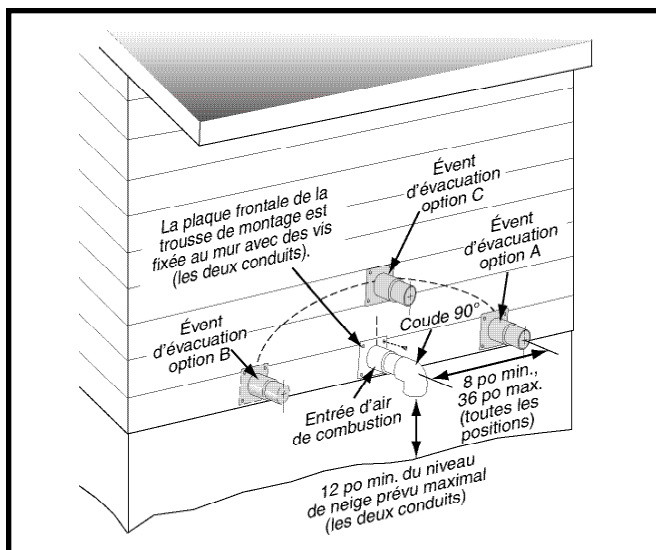
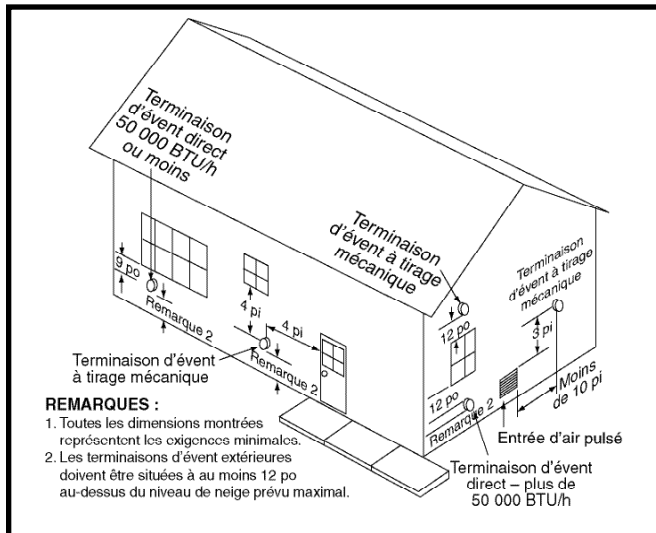
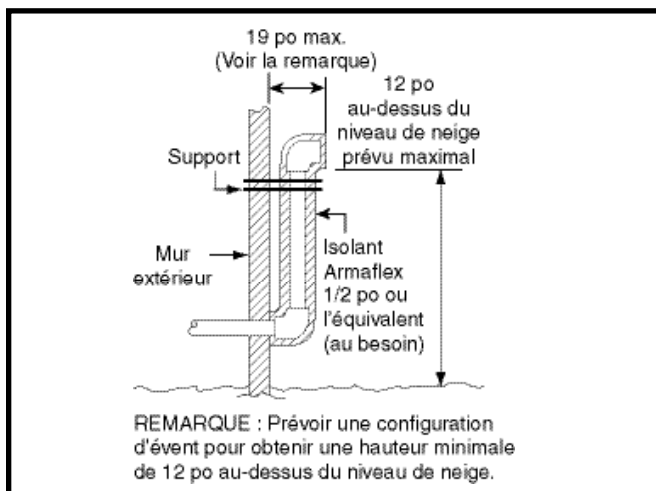

Figure 7. Dégagements du conduit d'admission et du conduit d'évacuation
Figure 8. Emplacements de l'évent
Figure 9. Autre installation d'un conduit d'évent horizontal
- Les terminaisons d'évent et d'admission d'air de combustion doivent être installées comme indiqué aux Figure 7 et Figure 8, et conformément à ces directives :
- Tous les dégagements minimaux doivent être maintenus pour protéger les matériaux du bâtiment contre la dégradation causée par les gaz de combustion. Consulter la Figure 8.
- Lorsque le conduit d'évent doit sortir par un mur extérieur à proximité du niveau du sol ou du niveau de neige prévu et qu'il n'est pas possible d'obtenir les dégagements indiqués à la Figure 7, il est possible d'utiliser une conduite montante, comme indiqué à la Figure 9 (page 12). Il faut utiliser de l'isolant pour éviter le gel de cette section de conduit. Consulter le Tableau 3 (page 17) pour la protection contre le gel de l'évent.